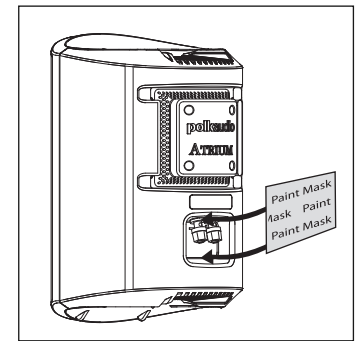
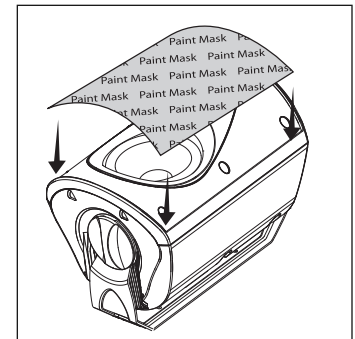

FIGURE 6: Masquez les bornes situées à l'arrière de l'enceinte.
FIGURE 7: Masquez l'écran acoustique et les transducteurs.
2. Masquez le panneau et les bornes situés à l'arrière de l'enceinte [figure 6], puis masquez la surface avant des enceintes pour protéger les transducteurs et l'écran acoustique lors de l'application de la peinture [figure 7]. Masquez le logo Polk situé sur la grille. Masquez également la portion vissable des boutons et les douilles filetées situées aux extrémités des enceintes.